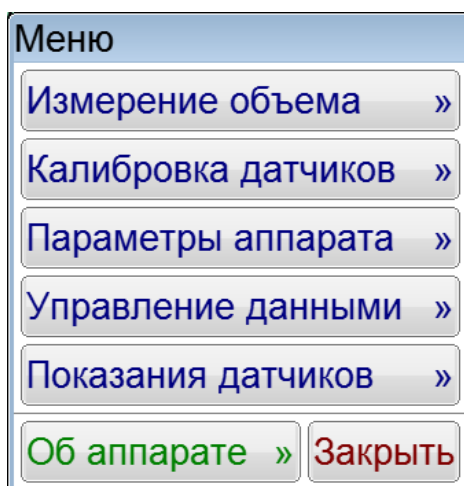

Рисунок 7 – Окно «Меню»
4.4.3.8 Находясь в режиме ожидания, нажать кнопку [Меню]. Откроется окно «Меню» (см. рисунок 7).